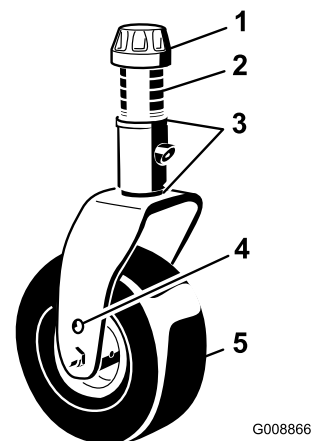

Figure 83
1. Enlevez le chapeau de tension de l'axe de pivot et sortez l'axe du bras de la roue pivotante (Figure 83).